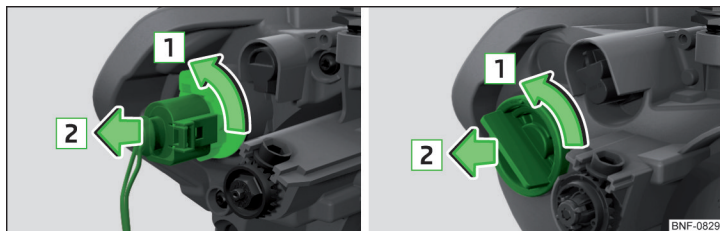

Fig. 175 Sostituzione della lampadina per indicatore di direzione anteriore: variante 1 / variante 2
- › Ruotare il portalampada con la lampadina sino all'arresto in direzione della freccia **1** » fig. 175.